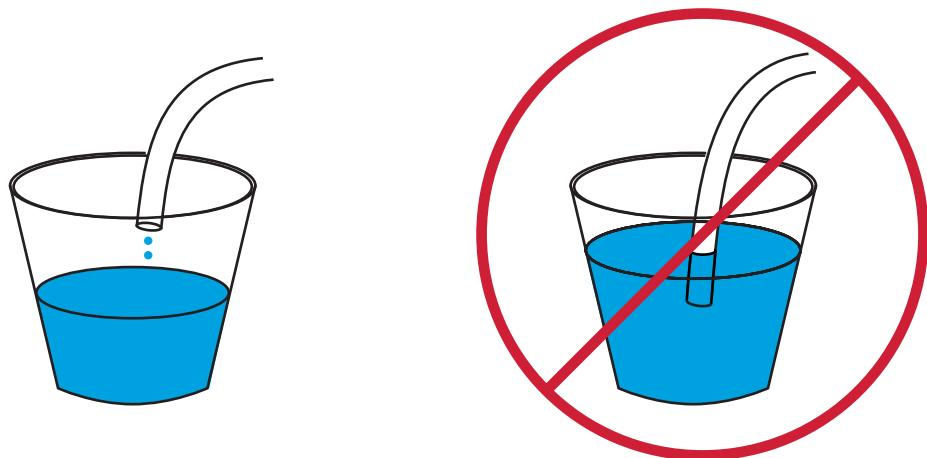

图 30. 滴水管悬挂正确（左侧），但淹没程度不正确（右侧）
- 管线的开口端没有淹没在排水容器中（第 58 页上的图 30，“滴水管悬挂正确（左侧），但淹没程度不正确（右侧）”）。